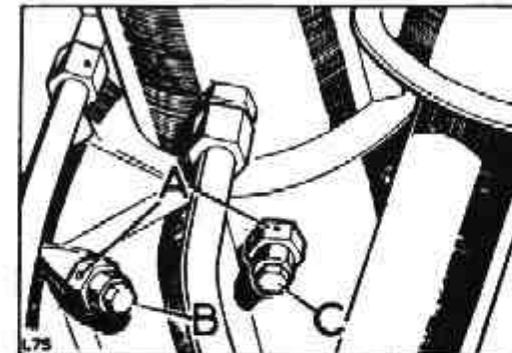

Fig. 87. Cebado de la bomba de inyección.
- 1.º Se purgará el sistema en la forma antes explicada, pero antes de poner en marcha el motor se aflojará el tornillo de ventilación del cuerpo de la bomba, y se accionará la bomba de cebado hasta que fluya el líquido sin burbujas y se apretará el tornillo (fig. 87).